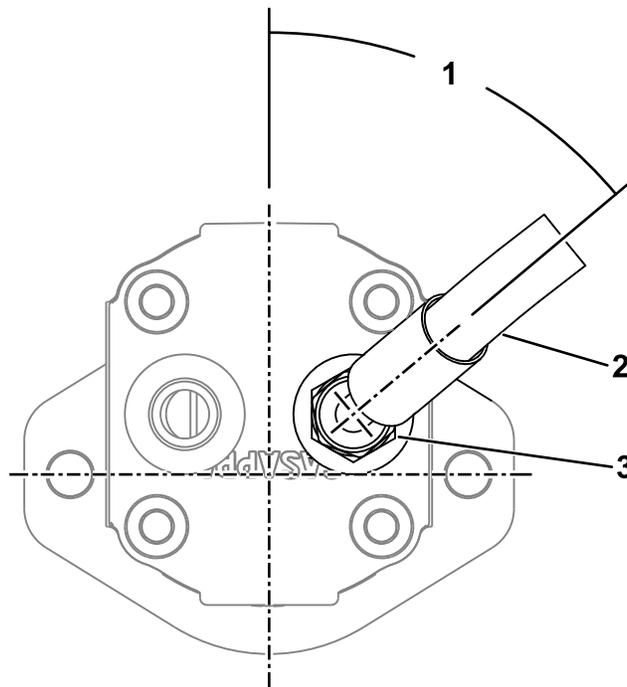
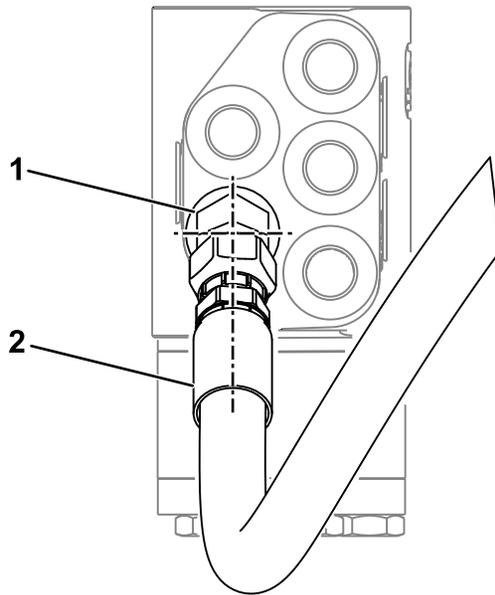

図 9
図 10
2. ストレートフィッティングに油圧ホースの 45° フィッティングを取り付け、50° の角度に調整する 図 9。
4. 油圧ホースのストレートフィッティングを、新しく取り付けした 45° フィッティングに 図 10 のように取り付ける。
6. ホースとフィッティングが、図 9 および図 10 に示すように配置されており、次に既存のラインに接続する際にねじれが生じないことを確認する。